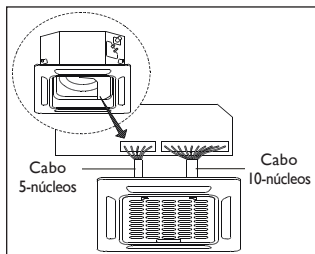

FIG. 30
- e) Conecte os 2 cabos da grelha na placa principal da un. evaporadora. (Fig. 30).